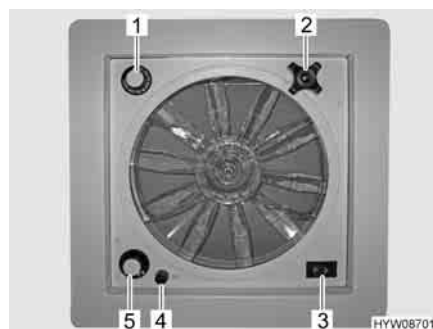

Fig. 83 Oblò con ventilatore
- ▷ Un fusibile da 4 A (Fig. 83,4) protegge da sovraccarico il motore del ventilatore. Se si verifica un sovraccarico: Individuare per prima cosa la causa (ad es. il ventilatore è sporco), poi sostituire il fusibile.
- Ruotare la maniglia girevole (Fig. 83,2), finché non si raggiunge l'angolo di apertura desiderato.
- Portare l'interruttore a levetta (Fig. 83,3) su "Aerazione" (flusso d'aria dall'esterno verso l'interno) o "Sfiato" (flusso d'aria dall'interno verso l'esterno).
- Portare l'interruttore a levetta (Fig. 83,3) sulla posizione centrale.
- Posizionare l'interruttore girevole (Fig. 83,5) sul grado desiderato:
- Ruotare il termostato (Fig. 83,1) fino alla battuta in direzione "blu".